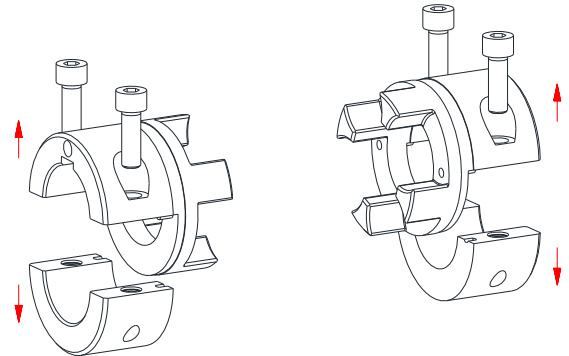

Bild 6: Demontage der Halbschalen
- Entfernen Sie die Halbschalen vom Nabengrundkörper (siehe Bild 6).